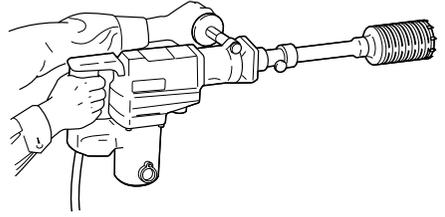

Fig. 15
- (1) Introduzca el enchufe en la toma de alimentación.
- (2) En el pasador central se ha instalado un resorte. Presionar ligeramente y sin torcerse hacia la pared o hacia el suelo. Procurar que toda la punta de la barrena tubular esté en contacto con la superficie a taladrar y luego empezar la operación. (Fig. 15)
- (3) Al taladrar aproximadamente 3/16" (5 mm) en profundidad, la posición del agujero queda ya establecida. Quitar el pasador central y la placa guía de la barrena tubular y seguir taladrando.